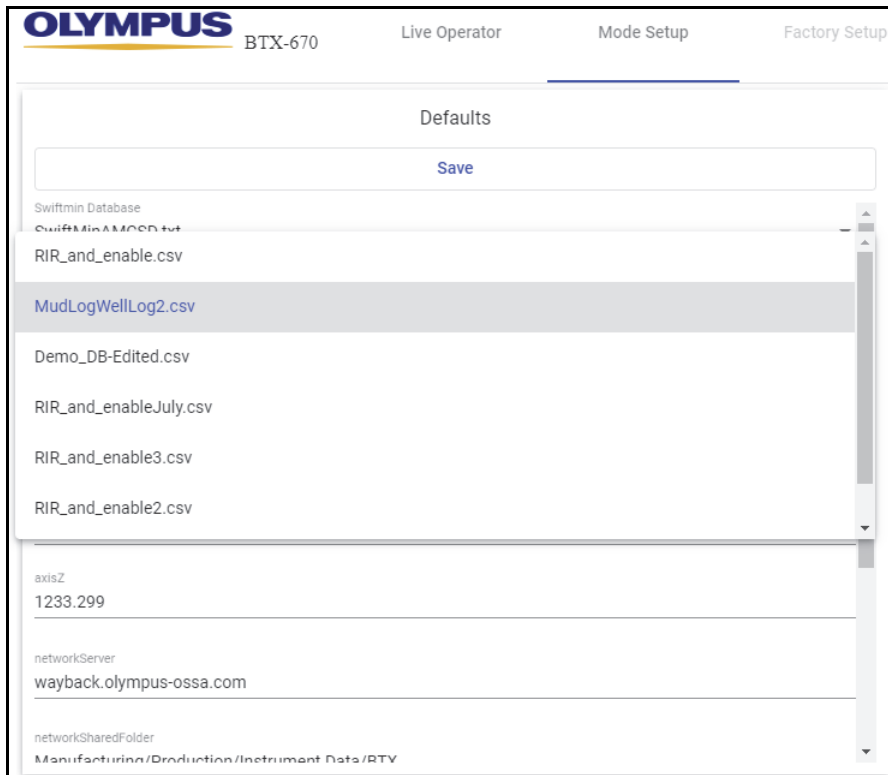

Figura 5-11 Modifica del database predefinito
1. Cliccare su un database predefinito e selezionare un diverso database (vedi Figura 5-11 a pagina 81).